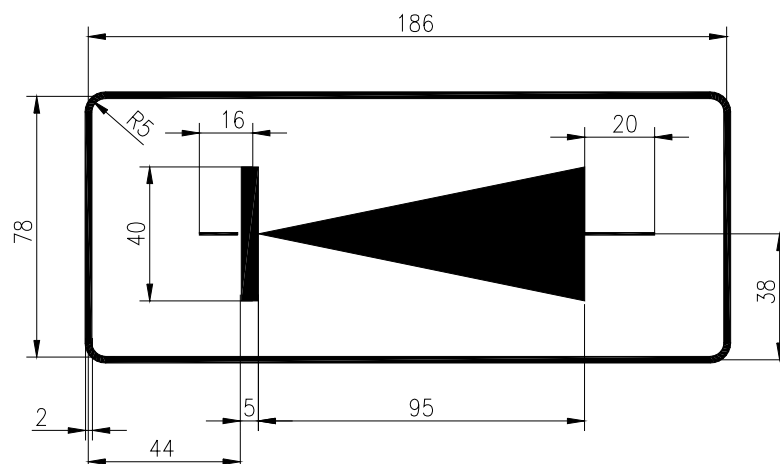

Fig. U8.22
2. Realizați desenul din Fig. U8.22 utilizând comenzile *RECTANGLE* grosime 2, racordare 5 - pentru dreptunghi - și *PLINE* - pentru partea de desen din interiorul acestuia - cu grosimile indicate în desen.